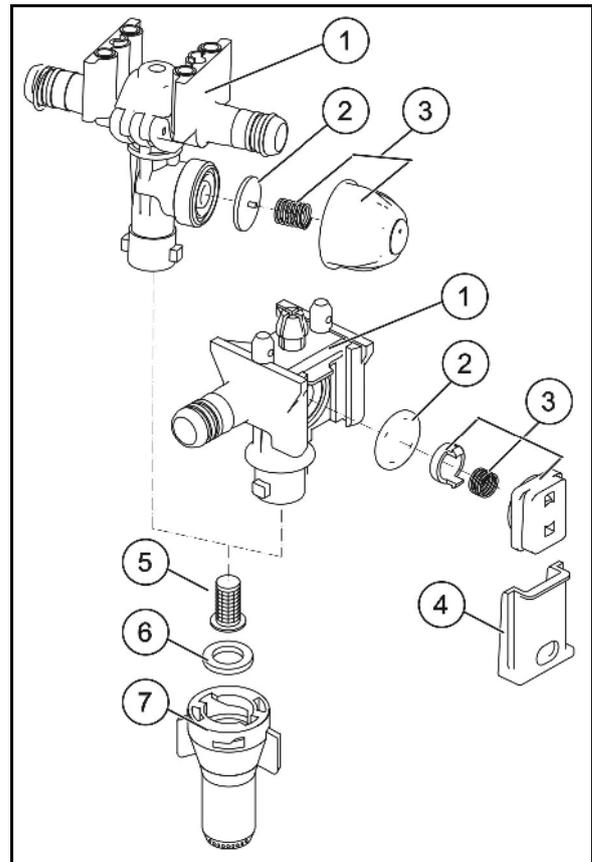

Fig. 197
2. Hilfswerkzeug in die Deckelnuten einlegen und Deckel (Fig. 197/3) abschrauben.
3. Membran (Fig. 197/4) kontrollieren und defekte Membran austauschen.